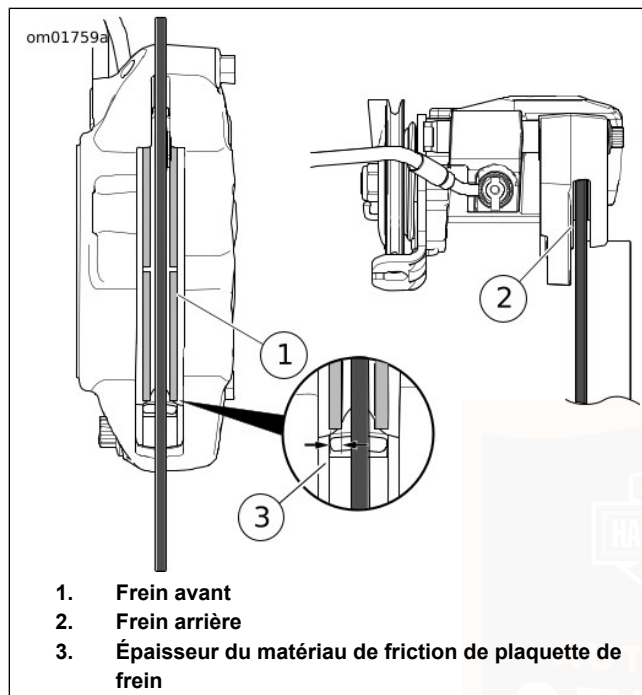

Figure 63. Matériau de friction des freins
1. Voir Figure 63. Vérifier le disque de frein ou le rotor à mesure qu'il tourne. Le disque/rotor doit rester centré dans l'étrier de frein.